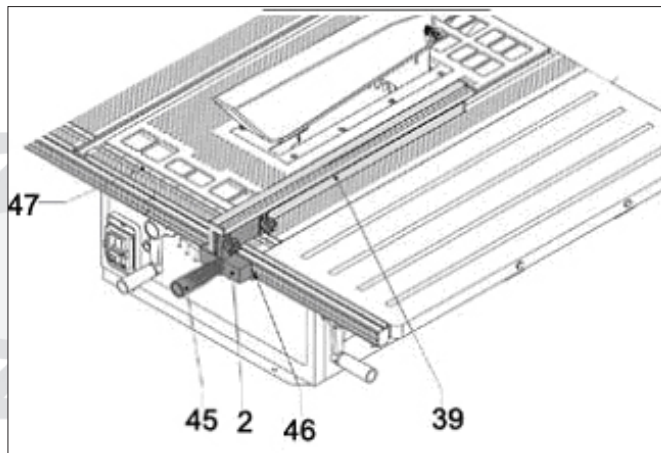

Fig. 12
Pressa in handtaget i den tvärgående skenan i änden av sågen och spänn fast parallellanlägget genom att vrida på handtaget (2) enligt vad som visas i Fig. 12.